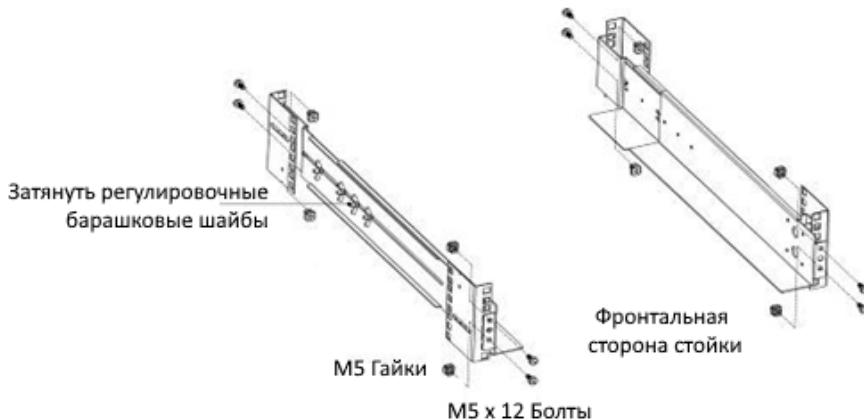

Рисунок 6. Крепление монтажного комплекта рельс
3. Зафиксируйте одну рельсу к передней направляющей стойке с помощью винта с потайной головкой и зажимной гайки. Проделать то же самое на задней направляющей стойки. (Рисунок 6).